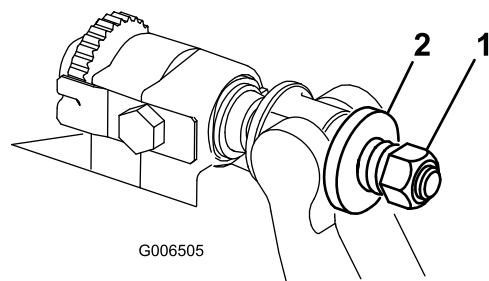

Рисунок 32
- Затягивайте гайку натяжения пружины до полного сжатия пружины, после чего ослабьте на 1/2 оборота (Рисунок 32).